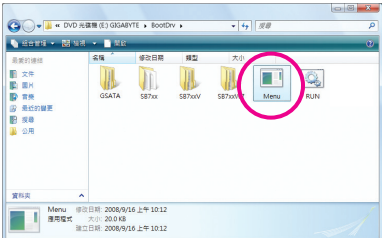
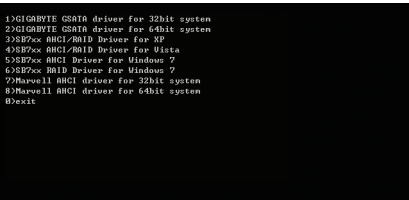

图2
图3
- 2: 进入光盘中「BootDrv」文件夹，双击「Menu.exe」文件(图2)后会出现「命令提示字符」画面，内含如图3的控制器选单。
- 3: 放入空白磁盘。按下SATA控制器驱动程序代码后再按<Enter>键。以图3的选单为例，若要安装Windows操作系统到AHCI或RAID SATA硬盘，请选择「3) SB7xx AHCI Driver for XP」。